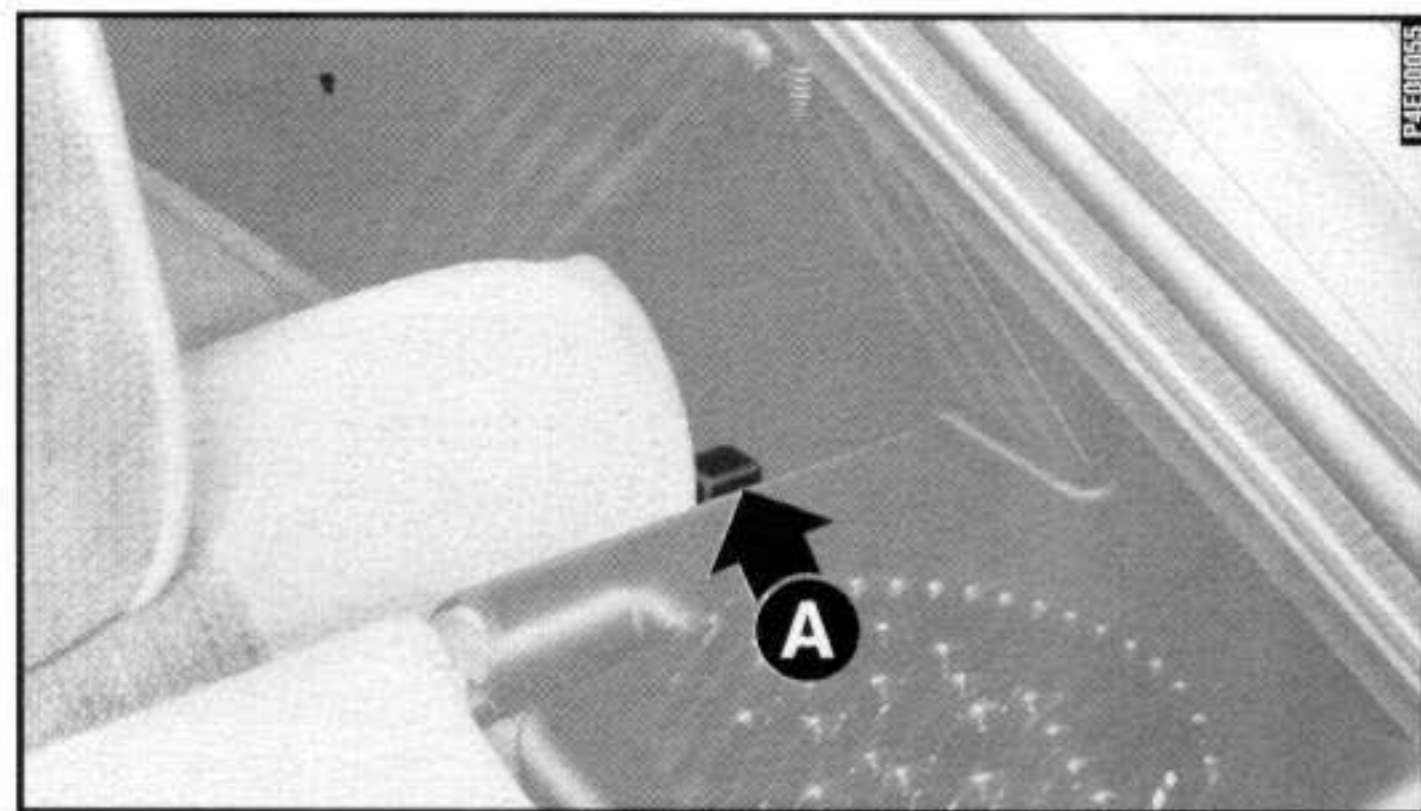

fig. 67
- 3) Desengatar o encosto, movendo as alavancas laterais **A-fig. 67** no sentido da seta.